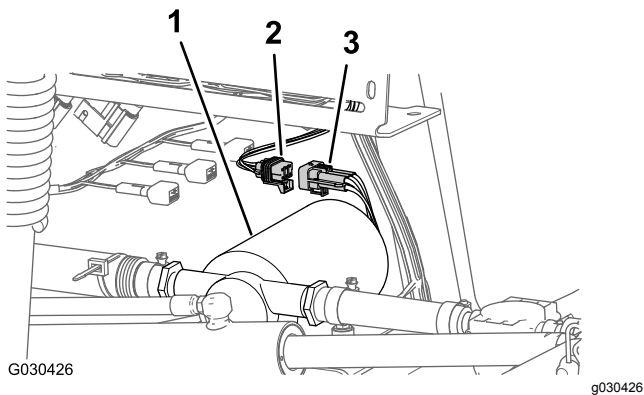

Bild 6
- Ziehen Sie den 6-Stift-Stecker des Kabelbaums der Spülpumpe vom 6-Buchsen-Stecker des hinteren Hauptkabinenkabelbaums ab (Bild 6).